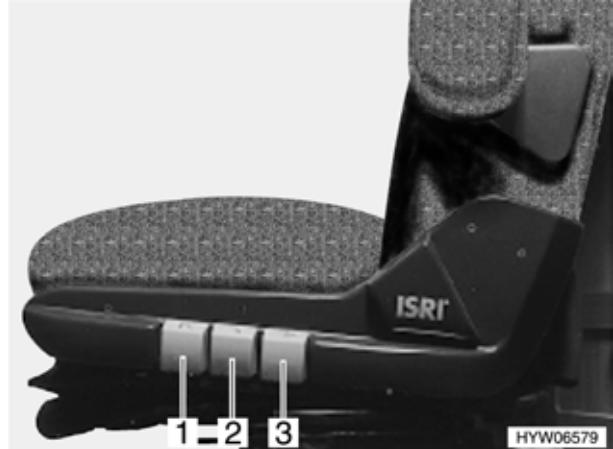

Bild 70 Barsitz
- Griff (Bild 70,1) ziehen. Der Sitz kann in der Höhe verstellt werden.
- Griff (Bild 70,2) ziehen. Der Sitz kann gedreht werden.
- Griff (Bild 70,3) ziehen. Die Rückenlehne lässt sich in ihrer Neigung verstellen.